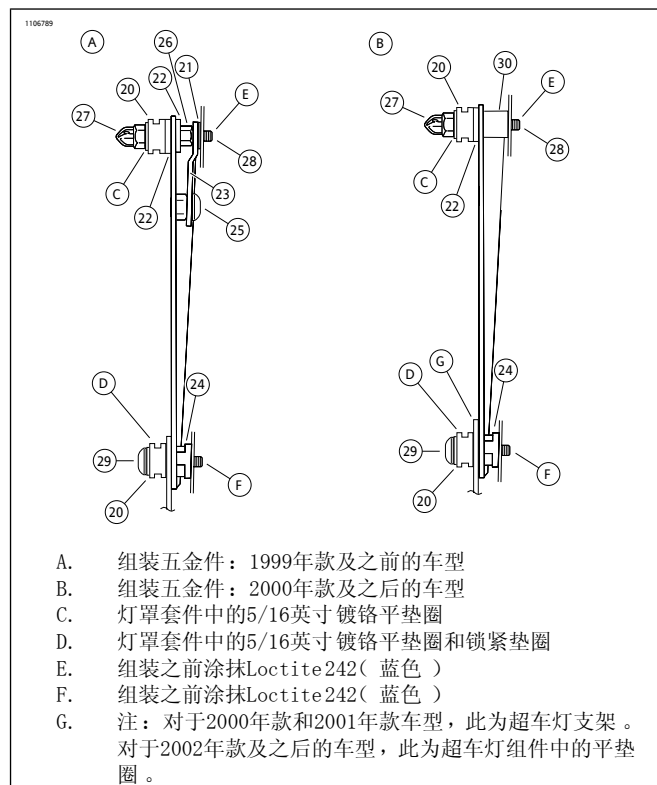

图1. 组装五金件
1. 参见图1。在车辆上安装超车灯组件之前, 按照图示将顶部安装五金件(21、22、23、25、26和28)置于超车灯支架上。仅拧紧位于中心位置的螺丝(25)。
参见图1: (G)中下一步骤的例外。